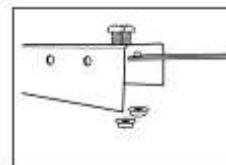

fig. 8
Los módulos se montan de dos en dos unidos entre sí por un tensor. Unir el tensor atornillándolo al extremo de la pieza (4), utilizando los tornillos y tuercas 5 mm x 15 mm y 6 mm de tuerca (10), fig. 8.